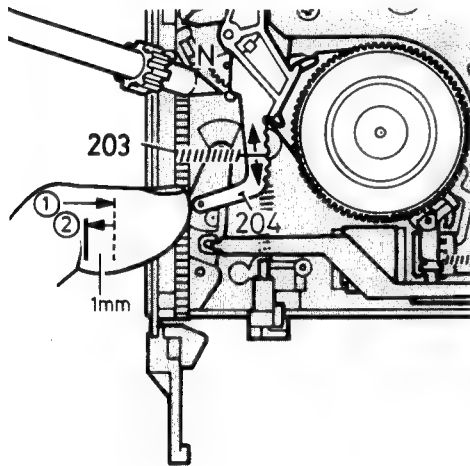

Bild 2-7
2.6 Einstellung der statischen Position der mechanischen Bandzugsregelung Bild 2-7
- Dadurch dass das Schwungrad des Kombimotors nach rechts gedreht wird, wird der Abwickelteller linksherum drehen. ① Wenn der Bandzugshebel Pos. 204 nun zu dem Wickelteller hin gedrückt wird (Bild 2-7), wird der Wickelteller stoppen. Eine leichte rutschende Bewegung ist zulässig. ② Wenn der Bandzugshebel 1 mm nach links bewegt wird, muss der Wickelteller wieder frei drehen.
- Dadurch daß mit dem Hilfswerkzeug Zahnrad N (Bild 2-7) eingestellt wird, muß vorgenannte Lage erreicht werden.
- Die Stellung an welcher die Feder Pos. 203 eingehängt ist (Bild 2.7) dahin ändern, dass der Phasensprung des weissen Balkens unten im Bild weniger als 8 μ s ist. Der Phasensprung von 8 μ s entspricht der Breite eines Farbbalkens.